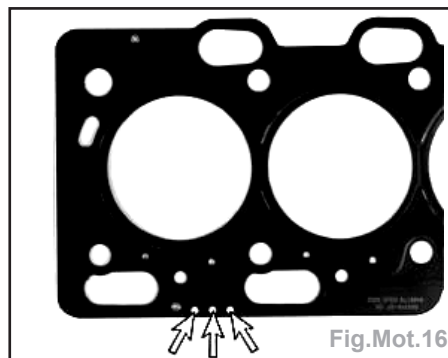

Fig.Mot.16
- Contrôler et prendre note des repères (le nombre de trous) (Fig.Mot.16).